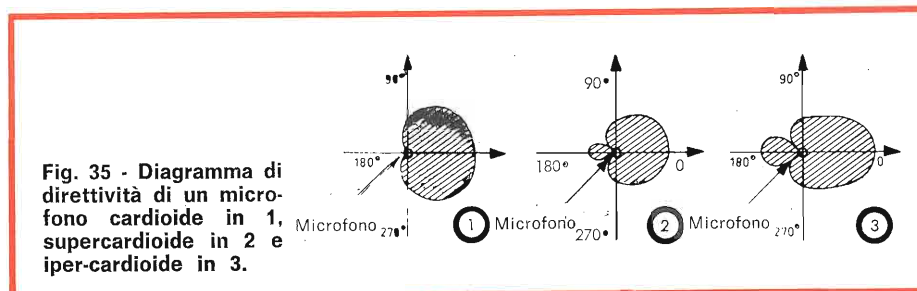

Fig. 35 - Diagramma di direttività di un microfono cardiode in 1, supercardioide in 2 e iper-cardioide in 3.
c) **I microfoni unidirezionali** - fig. 35 captano i suoni in un'unica direzione. Tutto ciò che si trova a lato o dietro il microfono non viene captato se non in modo debolissimo.